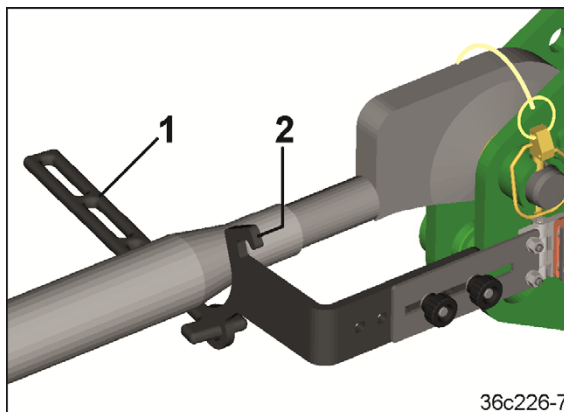

Рис. 106
3. Вставьте натяжной элемент (Рис. 106/1) в держатель верхней тяги (Рис. 106/2).